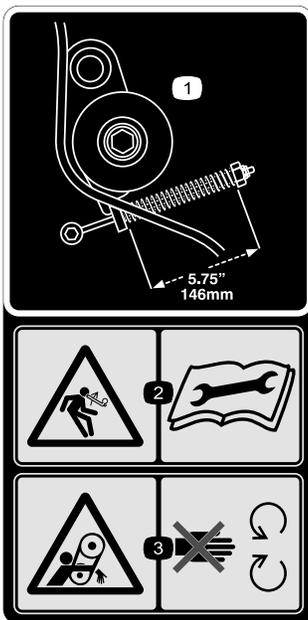

Bild 32
1. Drücken Sie die Spannscheibenfeder auf eine Länge von 146 mm zusammen, um zu prüfen, ob die Riemenspannung richtig ist (Bild 32).